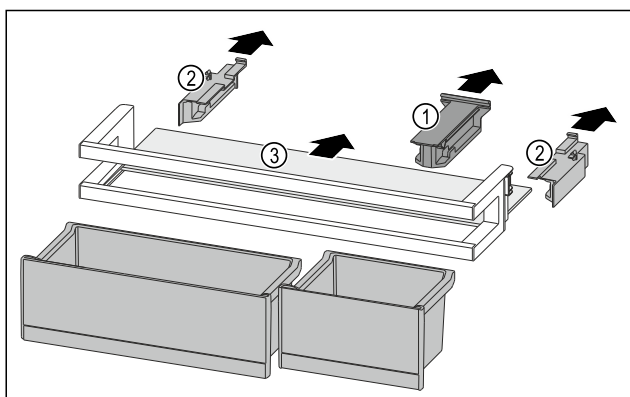

Fig. 210
- Retirer la pièce de retenue Fig. 210 (1).
- Retirer les parties latérales Fig. 210 (2).
- Retirer la tablette de rangement Fig. 210 (3).